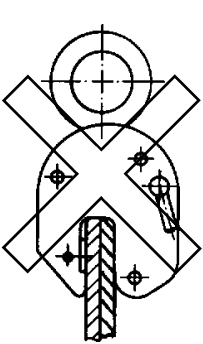

Fig. 3
- Siempre transportar chapas individualmente (ver fig. 3).
- Met de platenklem mag telkens maar één plaat tegelijk worden getransporteerd (fig. 3).